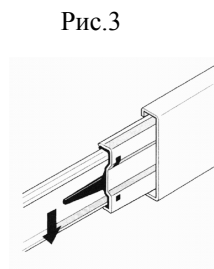
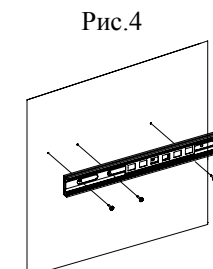

Рис.3
Рис.4
2. Отсоедините от основания телескопических направляющих внутренние планки, отогнув пластиковый рычажок фиксатора (Рис.3). Основания телескопических направляющих закрепите на деталях 1 и 2 (Рис.4).